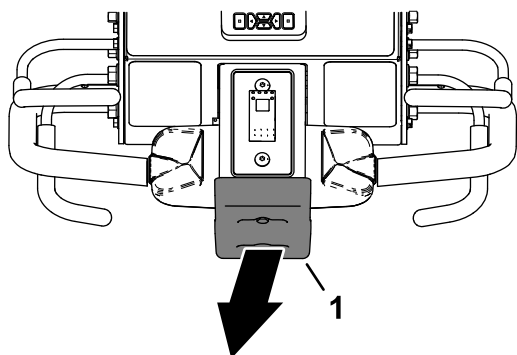

Figura 92
2. Îndepărtați-vă de comutatorul de oprire la denivelare (Figura 92).